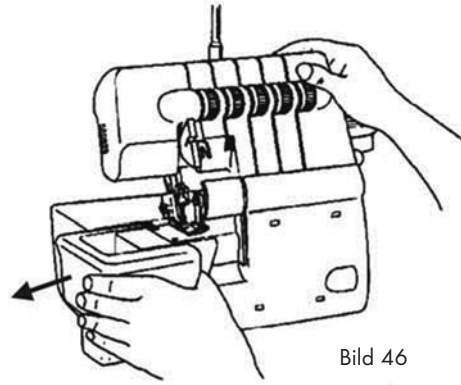

Bild 46
- För friarmsskyddet åt vänster och dra av det (bild 46).